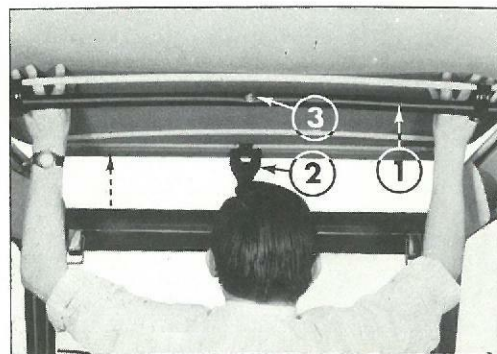

Fig. 27 - Ouverture avant de la capote
- Placer alors les mains le plus en arrière possible contre la traverse milieu et rabattre, d'une poussée nette, la capote vers l'arrière. Le cadre pivotant vient de lui-même en position repliée (Fig. 27).
- Fixer le cadre sur la traverse milieu (Fig. 27 - Rep. 1) au moyen de la sangle (Rep. 2) et du bouton-pression (Rep. 3).